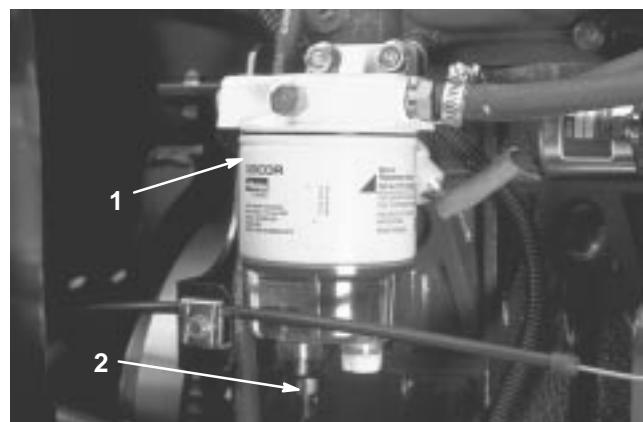

Bild 44
Entleeren Sie Wasser und andere Fremdstoffe täglich aus dem Wasserabscheider (Bild 44).
2. Lockern Sie die Verschlusschraube an der Unterseite der Filterglocke (Bild 44). Ziehen Sie anschließend die Verschlusschraube wieder fest.